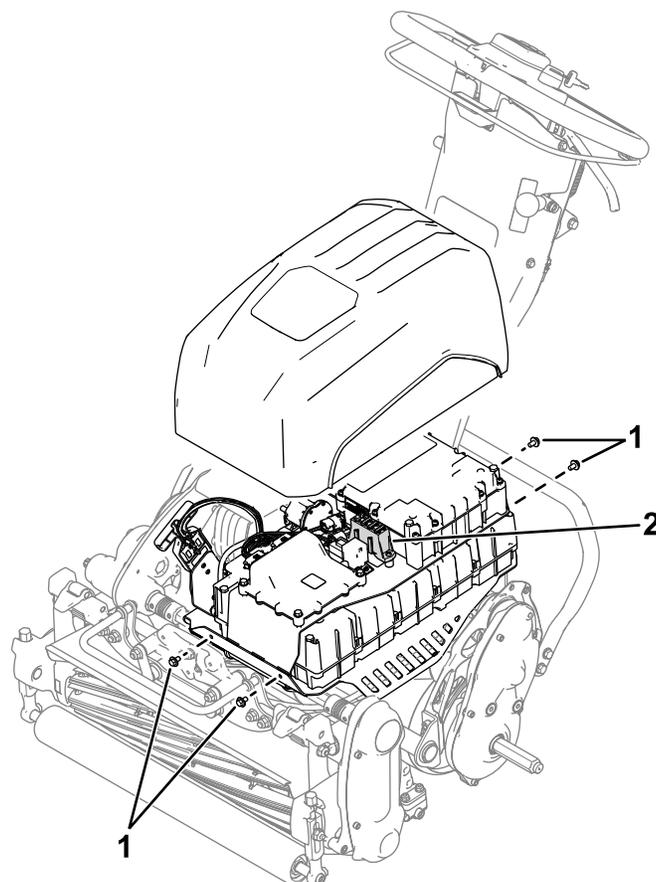

Figure 23
2. Retirez les 4 vis (Figure 23) qui fixent le couvercle de la batterie et déposez le couvercle.